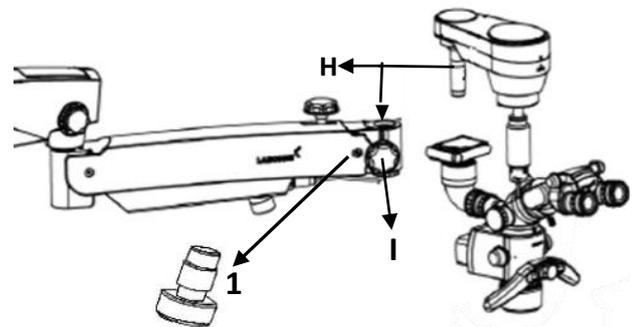

Abb. 31
8. Öffnen Sie eine weitere Schachtel und nehmen Sie die ABA-Trägerbaugruppe heraus. Siehe Abb. 31
- Setzen Sie die ABA-Welle (Auto Balancing Arm) (H) in den Aufhängungsarm ein.
- Arretieren Sie den automatischen Ausgleichsarm (ABA) mit dem Gewindeknopf (I).
- Stellen Sie sicher, dass die Sicherheitsschraube (1) installiert und festgezogen ist.